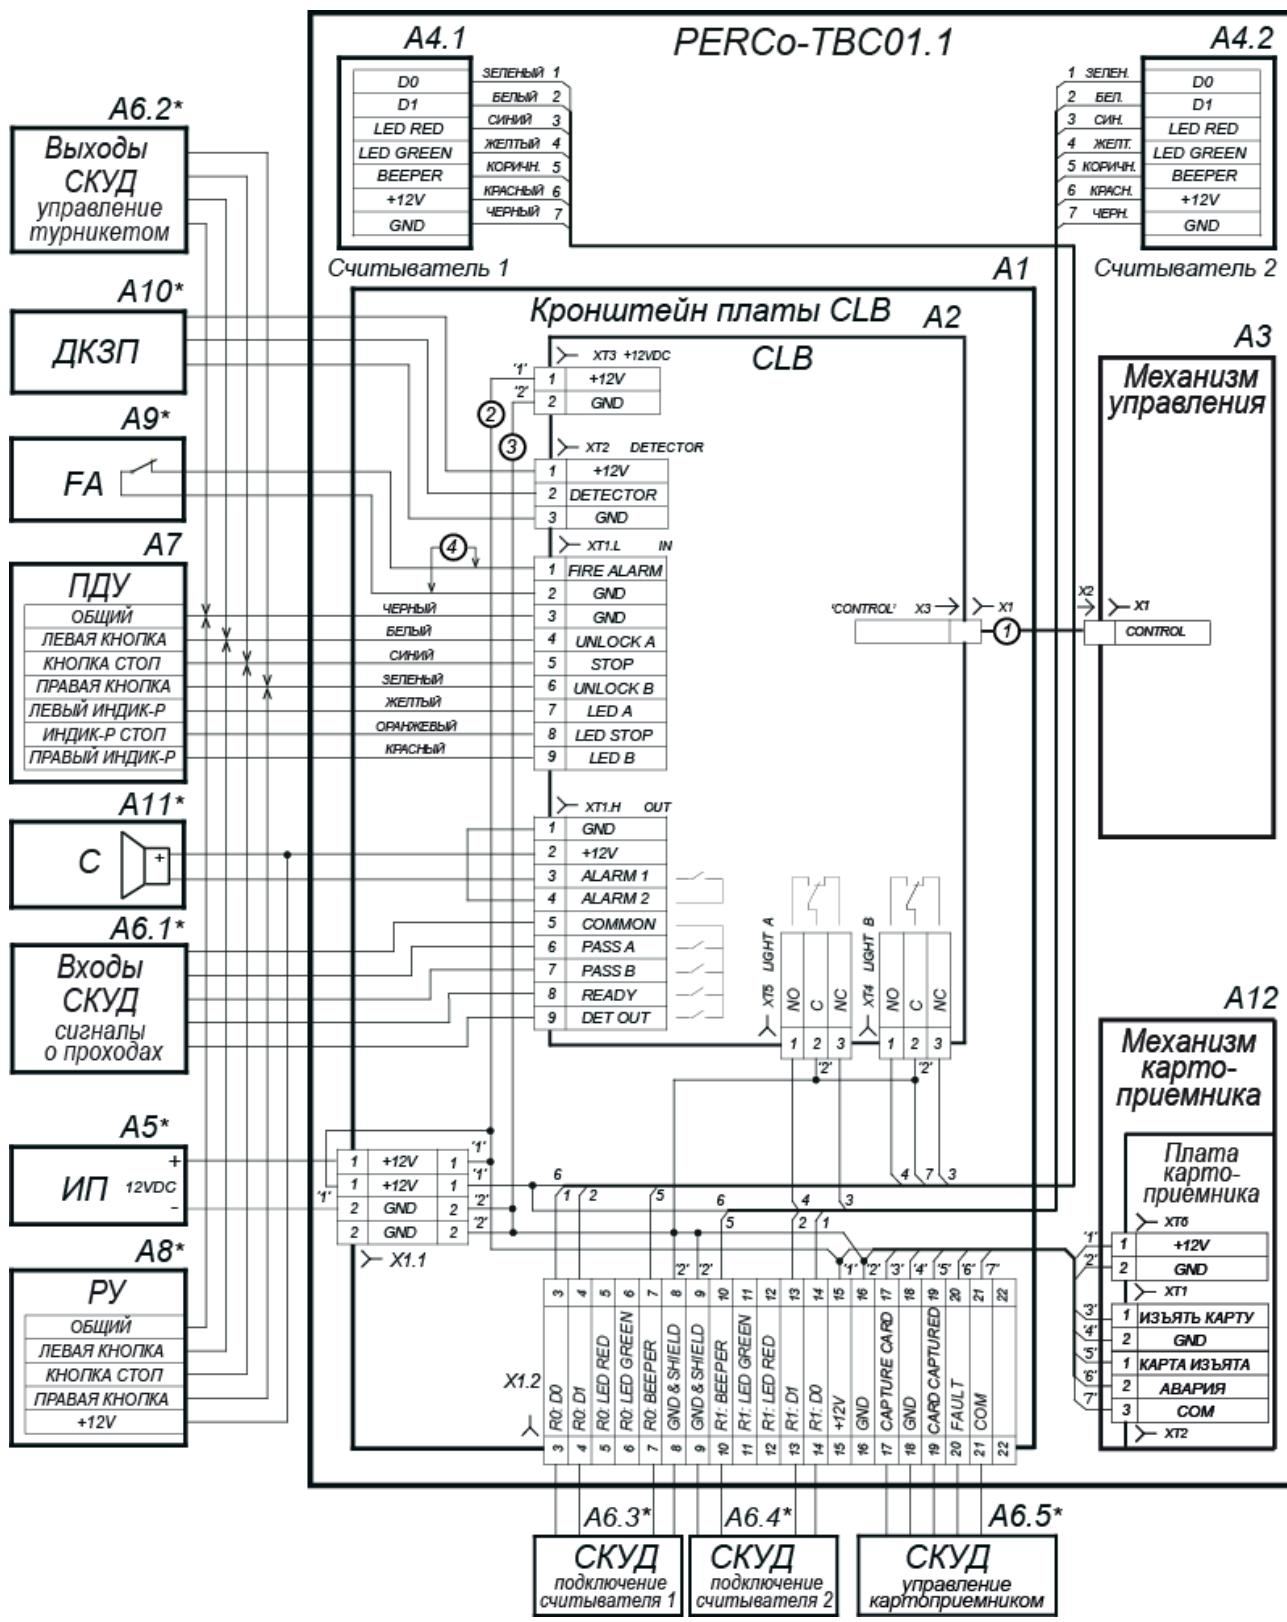

Рисунок 12. Схема электрических соединений турникета¹
- 6 Снимите крышку турникета (3) (см. разд. 6).
- 7 Подключите кабель питания (16) к клеммной колодке **X1.1** (см. рис. 12). Подключите кабель ПДУ (15) к клеммной колодке **XT1.L** на плате управления (см. рис. 5). Подключите при необходимости кабели от других устройств к соответствующим клеммным колодкам платы управления (см. рис. 5 и рис. 12).
- 9 После подключения всех кабелей и закрепления стойки на полу установите на место крышку (3) (см. разд. 6). Для установки в рабочее положение преграждающих планок снимите с поворотного механизма крышку (6), отвернув винт M4×25. Отверните болт M8×30, установленный на преграждающей планке (5). Установите преграждающую планку в соответствующее посадочное место и зафиксируйте болтом. Под головку болта установите пружинную шайбу. Затяжка болтов должна обеспечивать надежную фиксацию преграждающей планки (без люфта).
- 10 Подсоедините кабель картоприемника к плате картоприемника согласно схеме (см. рис. 12) и рис. 10.
- 11 Установите торцевые крышки (8) в рабочее положение и закрепите в порядке, обратном снятию.
- 12 Установите в рабочее положение контейнер картоприемника (12) со стороны механизма картоприемника, а заглушку (10) – с противоположной стороны.
- 13 Установите крышку (3) в рабочее положение (см. разд. 6).
Подключение контроллера к плате управления турникета производится в соответствии с рис. 12.
Передача данных от считывателей осуществляется по интерфейсу *Wiegand*. Подключение считывателей к контроллеру СКУД необходимо производить экранированным кабелем в соответствии с рис. 12.
* Линии управления светодиодной индикацией считывателей при производстве подключены к клеммным колодкам **XT4**, **XT5** платы управления (см. рис. 12). Для осуществления внешнего управления индикацией от контроллера СКУД необходимо отключить синие и желтые провода считывателей от разъемов **XT4**, **XT5** платы управления, и подключить их к соответствующим контактам выносной клеммной колодки **X1.2**.